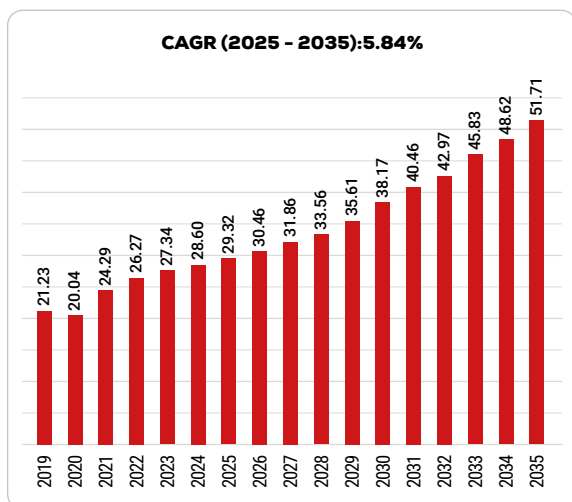

Figura 2 – Evolução do mercado de alumínio fundido sob pressão (die-casting) em bilhões de USD [1]
- **Mercado projetado para 2035 para alumínio fundido sob pressão:** US\$ 51,71 bilhões (Figura 2) com CAGR: 5,84%;